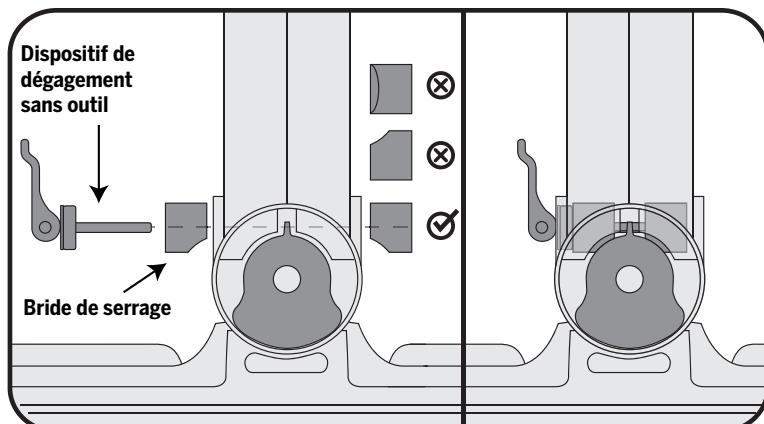

Figure 2. Vérifiez que la bride de serrage est installée correctement, côté recourbé orienté vers le bas.
2. Vérifiez que les brides de serrage sont installées correctement, côté recourbé orienté vers le bas, de chaque côté de la base du cadre LeanSteer. Chaque bride de serrage doit être installée correctement pour s'ajuster au moyeu du pivot. Référez-vous à la figure 2 et lisez la section Avertissement se trouvant au début de ce document.